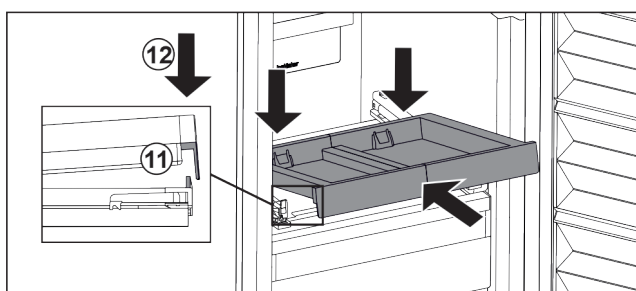

Fig. 22
- Inserire in modo inclinato. Assicuratevi che l'arresto sia dietro la linguetta su entrambi i lati. Fig. 22 (11)
- Abbassare il ripiano estraibile nella parte anteriore. Fig. 22 (12)